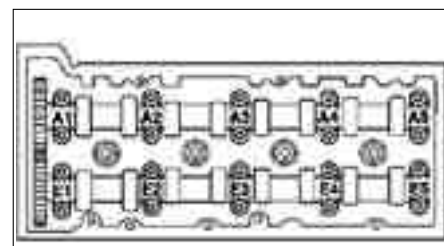

FIG. 55
- Desatornillar los tornillos (3) del piñón de eje de levas de escape.
- el piñón (2) del eje de levas de escape (4).
- las tapas de apoyo de eje de levas en los apoyos E1, E3, E5 y A1, A3, A5 (fig. 55).